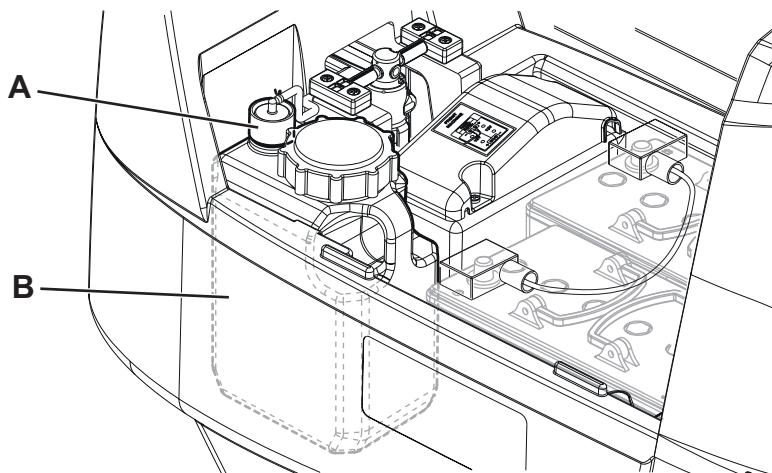

Figure 14
2. S'assurer que la machine est éteinte avec la clé opérateur (41) retirée.
3. Ouvrir le couvercle (34) et vérifier si le réservoir de l'eau de récupération (33) est vide. Dans le cas contraire, le vider au moyen du tuyau de vidange (12).
4. Fermer le couvercle (19).
5. Saisir la poignée (16) et soulever le réservoir (33) avec soin.
6. Dévisser le bouchon (A, Fig. 14) du réservoir de détergent (B).
9. Remplacer le réservoir de détergent (B) dans son compartiment comme indiqué sur la figure et remplacer le bouchon (A).